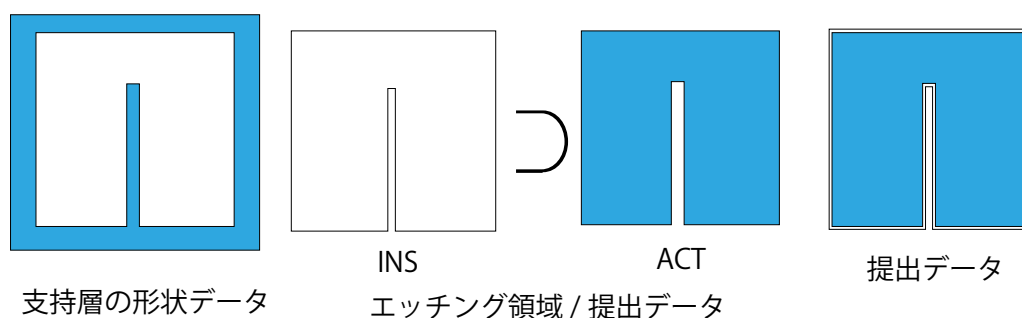

図 2.5 ACT と INS の包含関係
(3) (1) の ACT マスクによる表面酸化膜除去はドライエッチングを想定しています。そのため、活性層をエッチングするために、ACT は INS レイヤ(それぞれエッチング領域)を包含するようにしてください (図 2.5)。